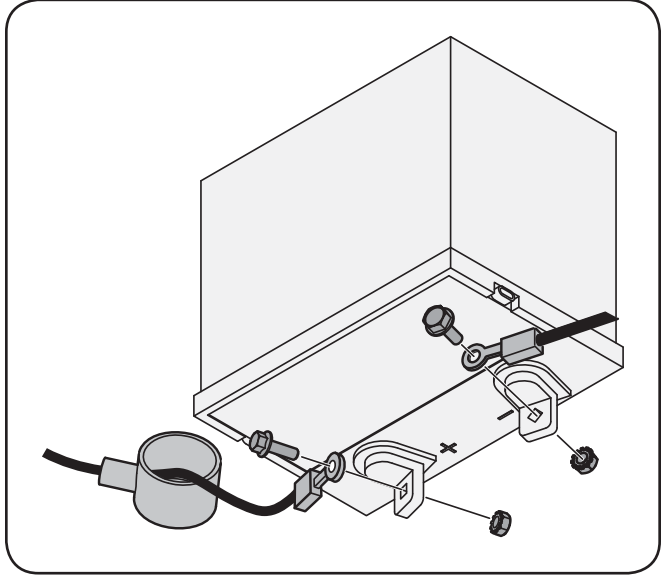

Figure 3-11
1. Enlevez le couvercle en plastique, le cas échéant, de la borne positive de la batterie et attachez le câble rouge à la borne positive (+) avec le boulon et l'écrou à six pans. Voir la Figure 3-11.